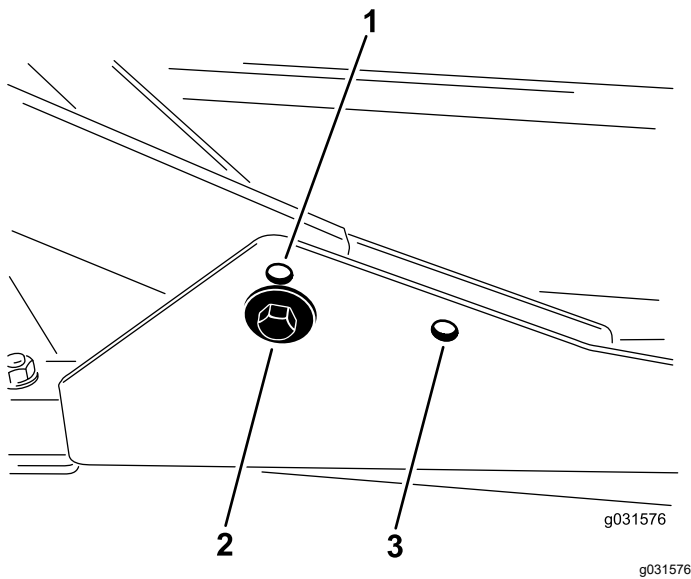

图 16
1. 如果剪草高度介于 27.6cm 之间请将前承载架安装在下方的前安装孔内图 16。
2. 如果剪草高度介于 6.310cm 之间请将前承载架安装在上方的前安装孔内图 16。
对于所有剪草高度后滚刀组都应安装在后安装孔内图 16。